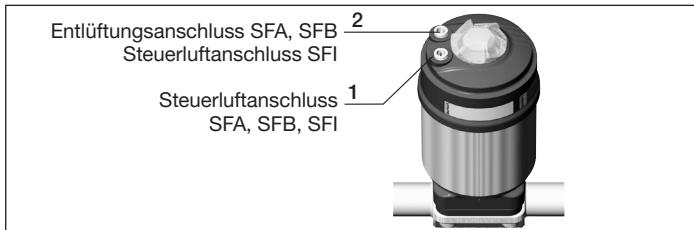

Bild 14: Pneumatischer Anschluss
- Steuermedium an Steuerluftanschluss 1 des Antriebs anschließen (siehe „Bild 14: Pneumatischer Anschluss“).
- Steuermedium an Steuerluftanschluss 1 und 2 des Antriebs anschließen (siehe „Bild 14: Pneumatischer Anschluss“).
- Schalldämpfer in den freien Entlüftungsanschluss 2 stecken (siehe „Bild 14: Pneumatischer Anschluss“).